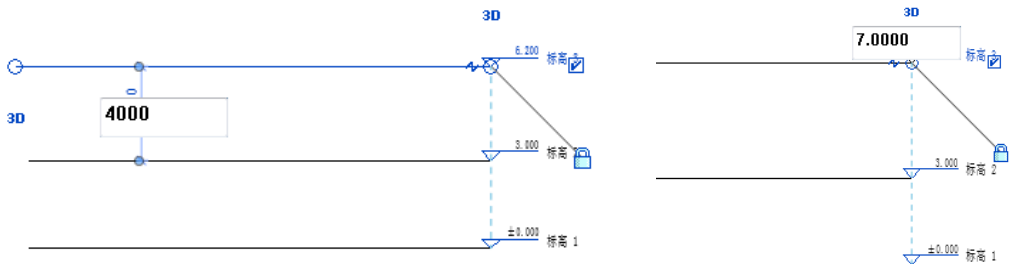

图 4-6 更改标高高度
(7) 选中视图中标高的临时尺寸值，更改标高的高度。也可以双击标头上的数值，更改标高高度，如图4-6所示。